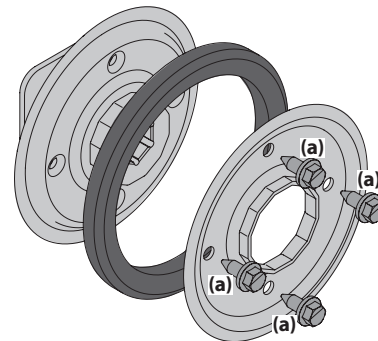

Figura 4-23
- Extraiga los cuatro tornillos (a) que mantienen unidas las placas laterales de la rueda de fricción. Consulte la Figura 4-23.